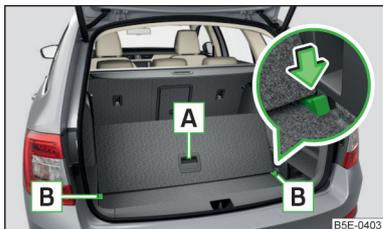

Abb. 129
- › Den hinteren Teil des variablen Ladebodens am Griff **A** » Abb. 129 anheben.